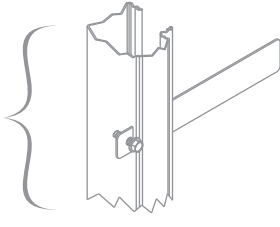

FIGURA 9
- Para puertas sin seguros windlock, asegure cada tope del dintel a la guía con tuercas con borde acanalado de 1/4-20. Instale el tornillo móvil desde el interior de la guía. **Consultar figura 9.**